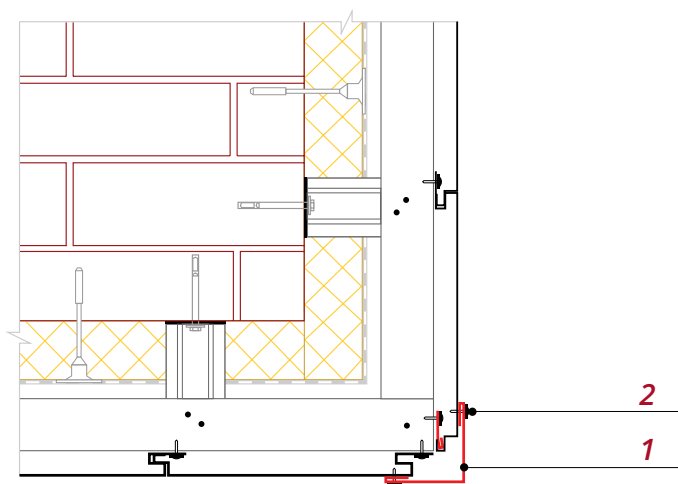

Рис. 10
■ После монтажа панелей сайдинга закрепите к ним саморезами планку угла **1** как показано на рис. 10. Минус этого варианта в том, что виден крепеж. Рекомендуется использовать саморезы ПШС с окрашенной головкой **2**, стальные вытяжные заклепки или кровельные саморезы 5.5*19.